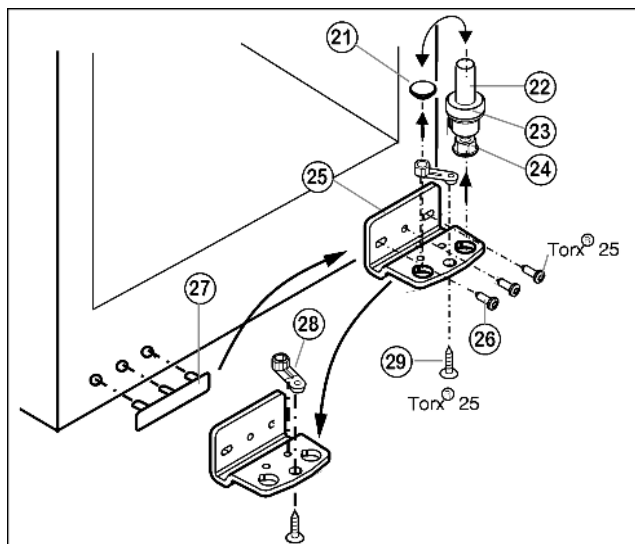

Fig. 5
- ▶ Trzpień zawiasu Fig. 5 (22) kompletny, z podkładką Fig. 5 (23) i nóżką Fig. 5 (24), wyciągnąć do góry.
- ▶ Unieść zatyczki Fig. 5 (21).
- ▶ Odkręcić Fig. 5 (25) płytkę zawiasu Fig. 5 (26).
- ▶ Odkręcić element zawiasu Fig. 5 (28), przenieść do przeciwległego otworu zawiasu i tam dokręcić.
- ▶ Zdjąć i przenieść osłonkę po stronie uchwytu Fig. 5 (27) na przeciwległą stronę.
- ▶ Przykręcić mocno płytke zawiasu Fig. 5 (25) na nowej stronie (z siłą 4 Nm), w razie potrzeby za pomocą wkrętarki akumulatorowej.
- ▶ Zatyczki Fig. 5 (21) ponownie włożyć do innego otworu.
- ▶ Trzpień zawiasu Fig. 5 (22) kompletny, z podkładką i nóżką włożyć ponownie. Przy tym zwrócić uwagę, by krzywka zatrzaskowa wskazywała do tyłu.
- ▶ Założyć drzwi od góry na dolny sworzeń zawiasu Fig. 5 (22).
- ▶ Korzystając ew. z obu podłużnych otworów w dolnej płytce zawiasu Fig. 5 (25) ustawić drzwi w jednej linii z obudową urządzenia. W tym celu wykręcić środkową śrubę.